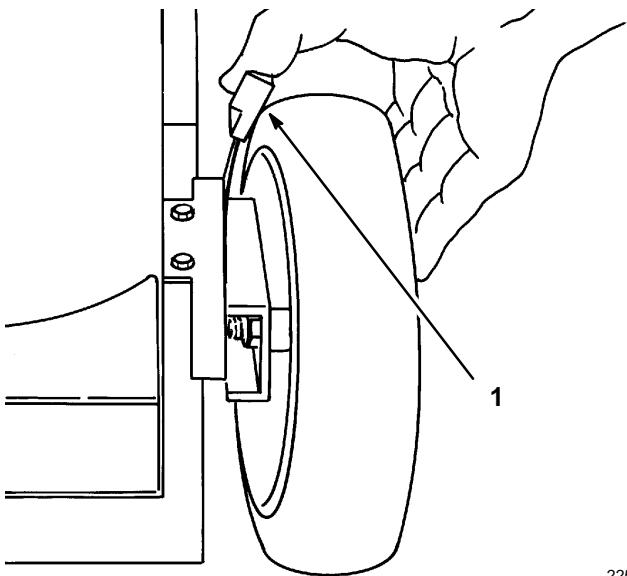

Figure 15
2. Para facilitar el ajuste, levante la caja de modo que la rueda no toque el suelo. **Al alzar no meta los dedos debajo de la cubierta.** Apriete la palanca de ajuste hacia la rueda (Fig. 15) y muévala hasta la posición deseada. Asegúrese de que el pasador de la palanca de ajuste de corte se enganche en la ranura de la placa de la caja. Ajuste todas las ruedas a la misma altura de corte.